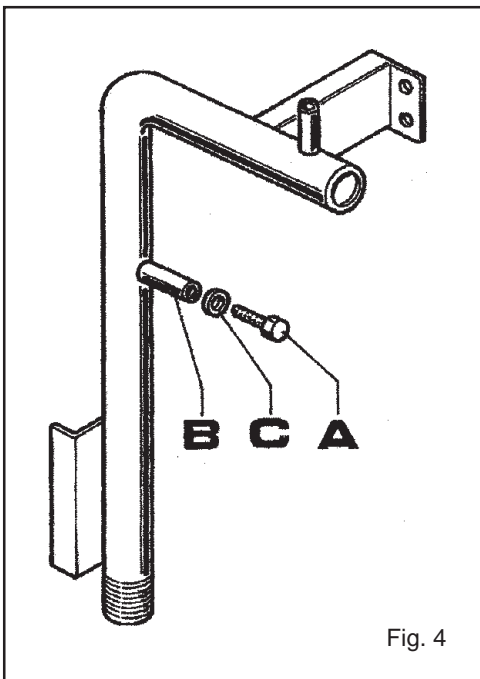

Fig. 4
- desmontar la tuerca del termostato con una llave del 9 (Fig. 4 pos. 16);